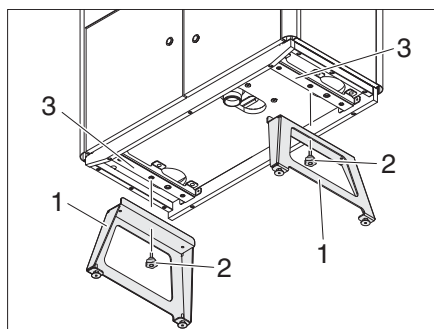

Figura 60 Montar los pies de nivelación
- Fije el pie de nivelación a la traviesa (Figura 60,3) con ayuda de los pasadores de posicionamiento.
- Fije el pie de nivelación (Figura 60,1) con el tornillo de estrella (Figura 60,2).